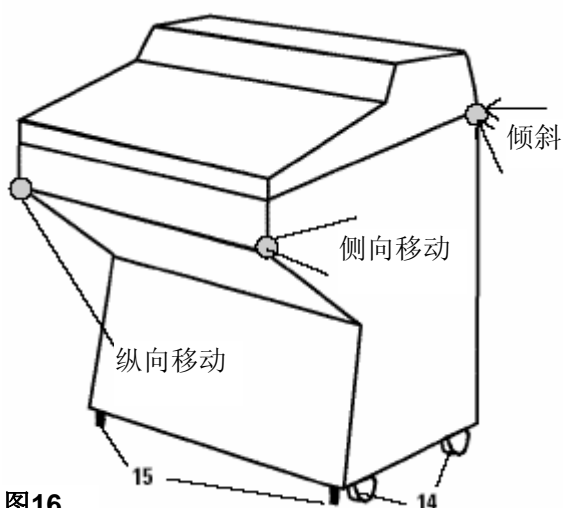

图16
- 用轮子（14）将仪器移至安装地点。请注意那些经过加固用于运输的区域并在这些位置把持机箱（图16）。